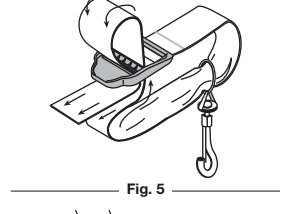

Fig. 5
2. Tirez sur la sangle par dessus la barre transversale et faites-la passer à travers la fente de la boucle (Fig. 5).